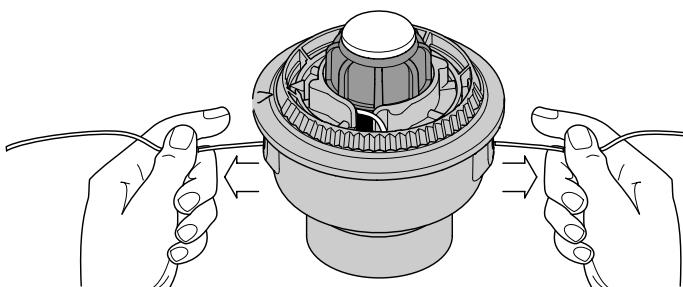

Fig. 19
9. Si le rembobinage du fil devient difficile ou si le fil se coince, tirez-en les extrémités de la bobine. Continuez de rembobiner le moulinet intérieur vers la gauche (Fig. 19).
4. Maintenez le moulinet intérieur et installez le bouton de butée, le ressort, et le joint en mousse en poussant le bouton de butée vers le bas et en le tournant à droite. Saisissez les extrémités et tirez fermement pour dégager le fil des fentes de retenue du moulinet intérieur. (Fig. 19).
Si le SpeedSpoolMD ne déroule pas le fil correctement, tirez fermement les extrémités du fil loin de la bobine (Fig. 19). Si cela ne suffit pas, suivez les instructions de *Nettoyage du SpeedSpoolMD* ci-dessous.